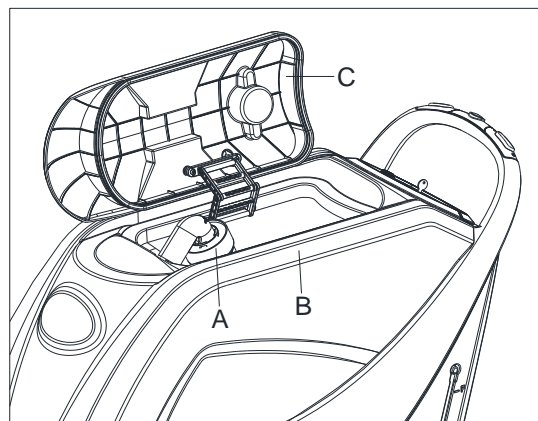

Figure 11
Un système automatique de fermeture à flotteur (A, Figure 11) bloque le système d'aspiration lorsque le réservoir d'eau de récupération (B) est plein. La désactivation du système d'aspiration est indiquée par une augmentation soudaine du bruit du moteur d'aspiration, le sol aussi n'est pas sec.
Si le système d'aspiration s'éteint accidentellement (par exemple, lorsque le flotteur est activé en raison d'un mouvement soudain de la machine), pour reprendre l'opération: désactiver le système d'aspiration en appuyant sur le commutateur (D, Figure 10), puis retirer le couvercle (C, Figure 11) et vérifier que le flotteur à l'intérieur de la grille (A) a baissé jusqu'au niveau de l'eau. Ensuite, remettre le couvercle (C) et mettre le système d'aspiration en appuyant sur le commutateur (D, Figure 10).
Lorsque le réservoir d'eau de récupération (B, Figure 11) est plein, le vider selon la procédure suivante.
5. Vider le réservoir d'eau de récupération avec le tuyau (I, Figure 10). Ensuite, rincer le réservoir (B, Figure 11) avec de l'eau propre.